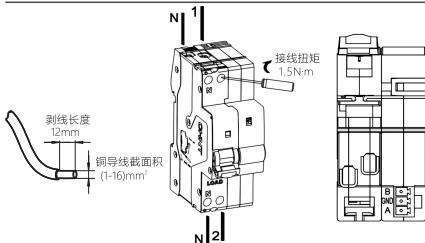

图5 接线方式
6.4 适用于铜导线连接，导线选择见表8，接线方式及剥线长度示意如下图5。